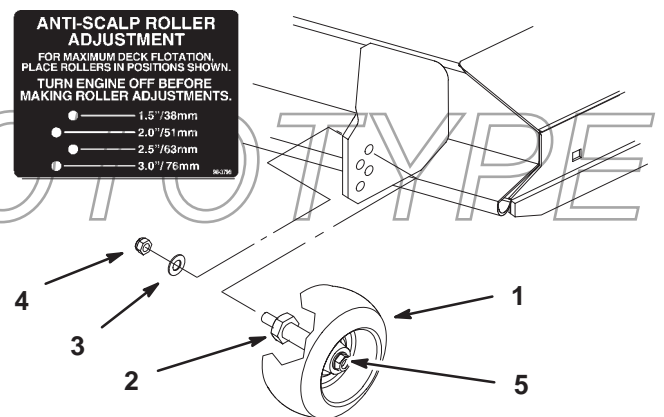

Figure 22
2. Lorsque la hauteur de coupe est réglée, enlevez l'écrou à collerette et la rondelle élastique tout en maintenant le goujon avec une clé (Fig. 22).
Remarque : N'enlevez pas l'écrou et la rondelle de roue (Fig. 22).
3. Choisissez le trou pour que la roue de jauge se trouve le plus près possible de la hauteur de coupe correspondante voulue (Fig. 22).
4. Remettez l'écrou à collerette et la rondelle élastique (Fig. 22). Serrez-les à 54–61 Nm (40–45 pieds/livres).